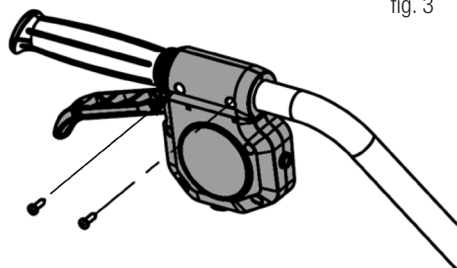

fig. 3
3. Monte la manija del embrague como se muestra en la fig. 3.